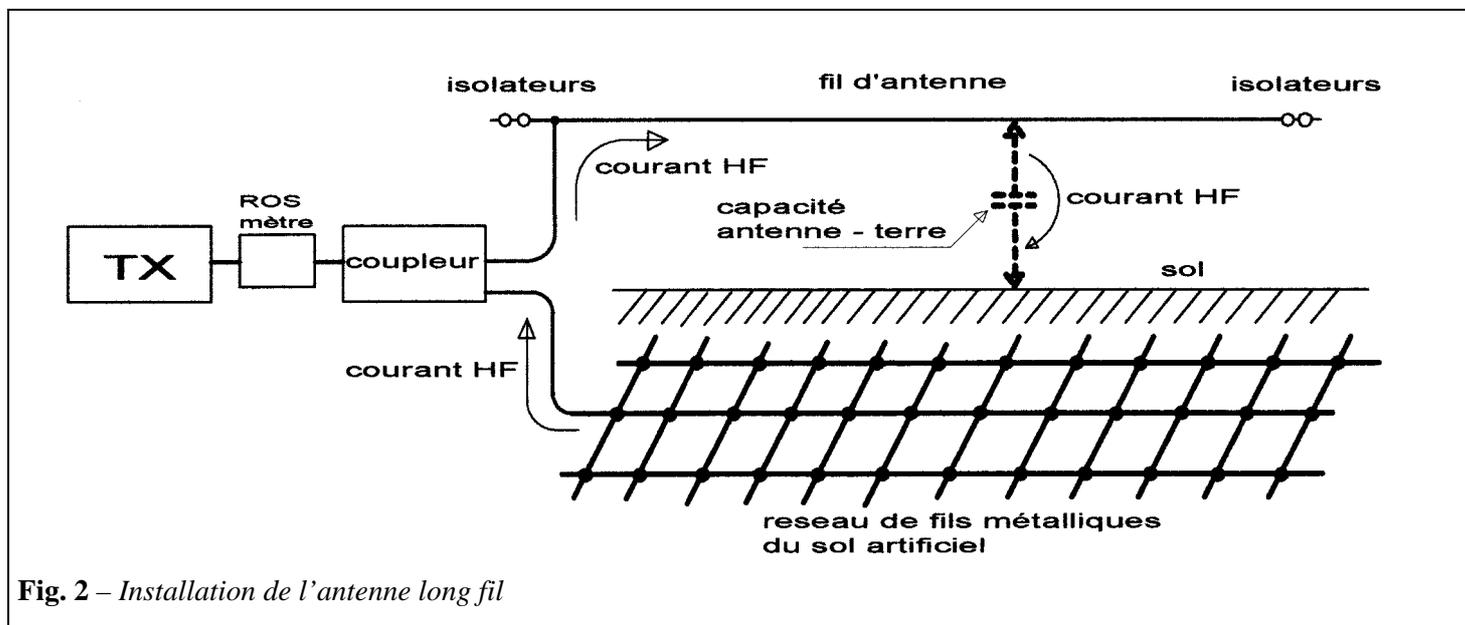
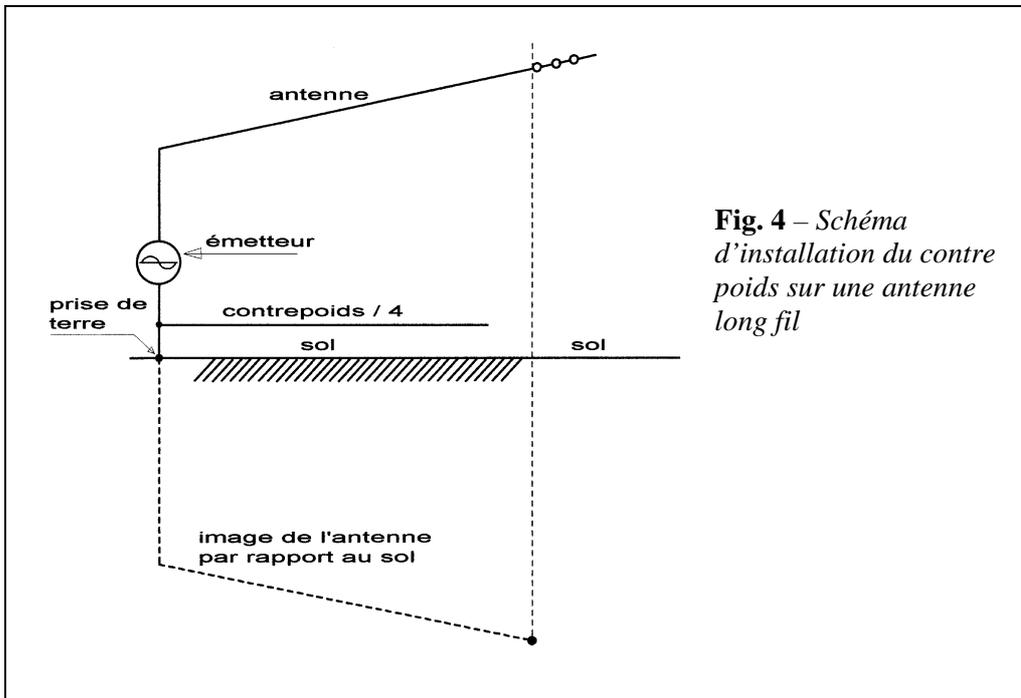

Fig. 2 – Installation de l'antenne long fil
Fig. 4 – Schéma d'installation du contrepond sur une antenne long fil
Mais la résistance d'un sol, quel qu'il soit, est largement supérieure à celle du cuivre, et il convient, grâce à un sol artificiel, de faciliter le retour du courant HF vers la boîte d'accord (fig. 2).
Notons cependant que l'utilisation d'un contreponds ne dispense pas de positionner l'antenne au dessus d'un sol bon conducteur de l'électricité. Le contreponds fournit une terre artificielle mais n'améliore pas «l'image » de l'antenne sur le sol (Fig. 4). Pour ce faire, il faudrait reconstituer un « plan de sol » (voir fig. 2); c'est le cas de
- l'emploi d'un T.O.S. mètre intercalé sur la ligne adaptée reliant l'émetteur au coupleur (figure 2).